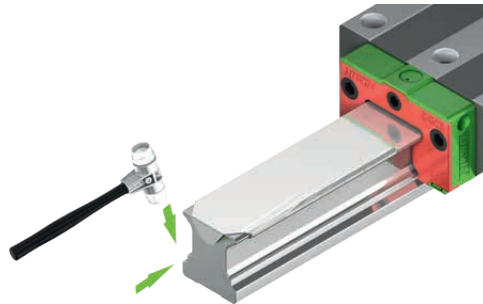

Abb. 5.35 **Umbiegen der Bandenden**
- ▶ Biegen Sie die beiden Bandenden des Abdeckbands mit einem Gummihammer vorsichtig um (siehe Abb. 5.35).